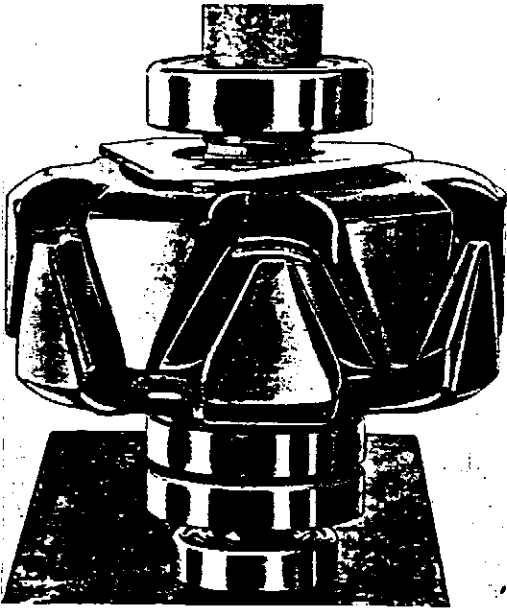

Abb. 36 Einbau des Lagers
2. Lager mit Hilfe einer Rohrhülse, die gegen den Innering des Lagers drückt, aufpressen (Abb. 36).